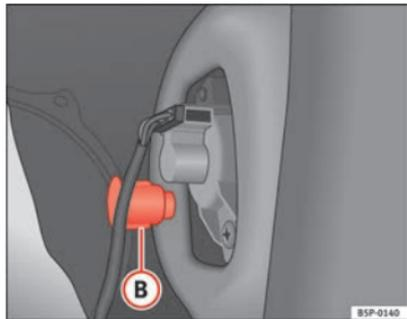

Abb. 191 Standlicht /
- Schrauben Sie die Kunststoffhalterung → Abb. 191 (B) der Rückleuchte heraus. Zum Herausdrehen können Sie einen Schraubendreher in dieses Teil einsetzen.